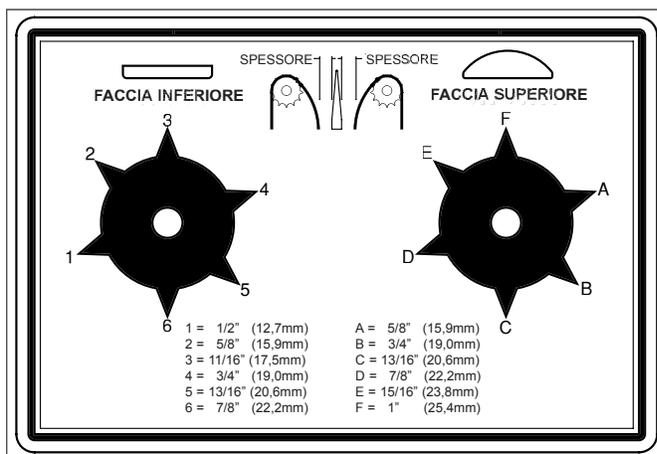

Figura 3. Controlli per regolare lo spessore del panino
1. Regolare i controlli di spessore del panino (figura 3) nel modo opportuno.